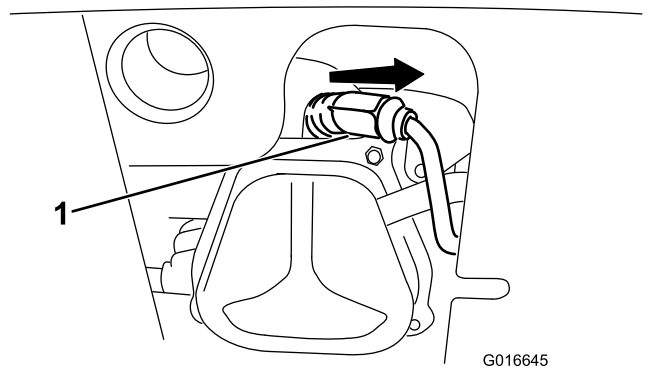

Figura 37
1. Scoateți carcasa (Figura 37).